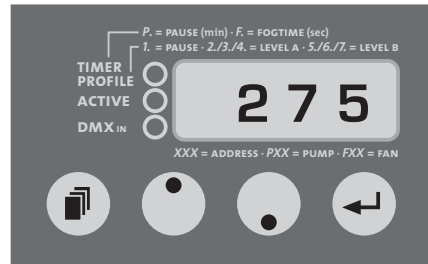

Abb. 3: Einstellen der DMX-Startadresse
- Drücken Sie die Mode-Taste [14] auf dem Bedienfeld, bis im Leuchtzifferndisplay [17] drei Zahlen erscheinen (siehe Abb. 3).